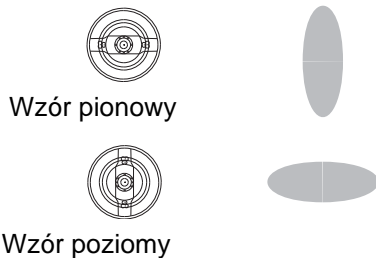

Fig. 18. Położenie osłonki powietrznej
- Odkręcić pierścień ustalający osłonki powietrznej i przekręcić osłonkę powietrzną, aby uzyskać poziomy wzór natryskiwania. Patrz FIGURE 18. Dokręcać pierścień ustalający, do momentu aż osłonka powietrzna będzie bezpiecznie spoczywać na miejscu; obracanie rogów osłonki powietrznej ręką nie powinno być możliwe.